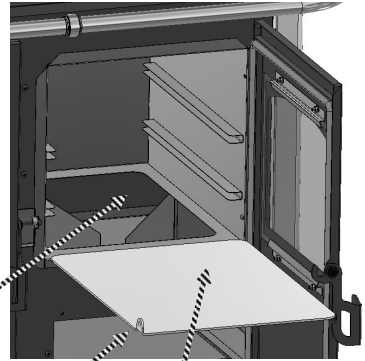

Fig. 3
Limpieza conductos gases inferior Bajo Horno (Fig.3)
- Terminadas las operaciones de limpieza, montar el equipo poniendo cuidado a sus ensamblaje y asegurarse de ejecutar una ensambladura correcta de las piezas. Atención los refuerzos sobre la tapa limpieza bajo horno tienen que dirigirse al interior Fig.3 .